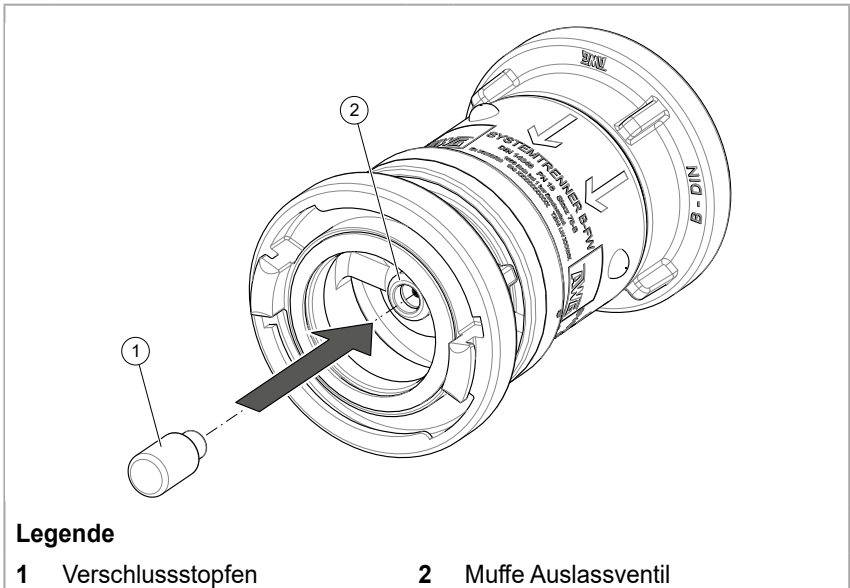

Fig. 4 Auslassventil verschließen
- Das Auslassventil dicht verschließen. Hierzu wird beispielsweise der Verschlussstopfen (Fig. 4/1) des AWG Prüfsets vorsichtig in die Muffe des Auslassventils (Fig. 4/1) hineingedrückt.